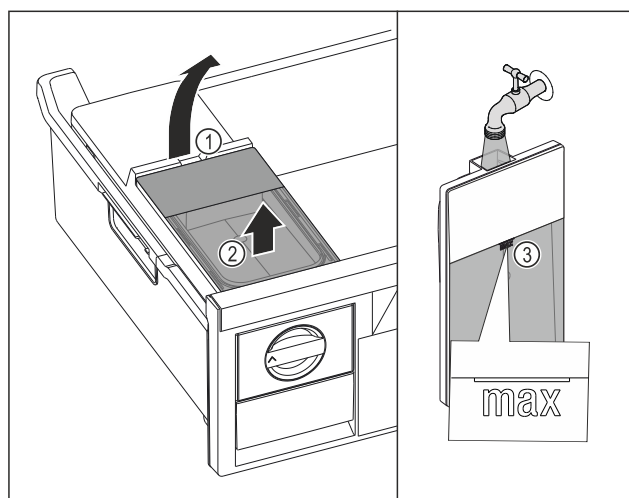

Fig. 39
- ▶ Zbiornik wody unieść za wycięcia Fig. 39 (1).
- ▶ Wyjąć zbiornik wody do góry. Fig. 39 (2)
- ▶ Zbiornik wody napełnić wodą pitną aż do oznaczenia Fig. 39 (3).